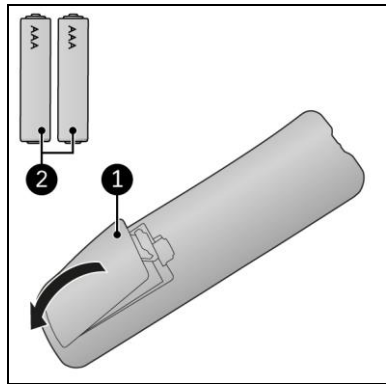

Abbildung 17
1. Entfernen Sie die Abdeckung (Abbildung 17, Pos. 1).
3. Legen Sie zwei Batterien (AAA 1,5 V) (Abbildung 17, Pos. 2) wie im Batteriefach angegeben ein. Stellen Sie sicher, dass die Batterien richtig eingelegt sind.